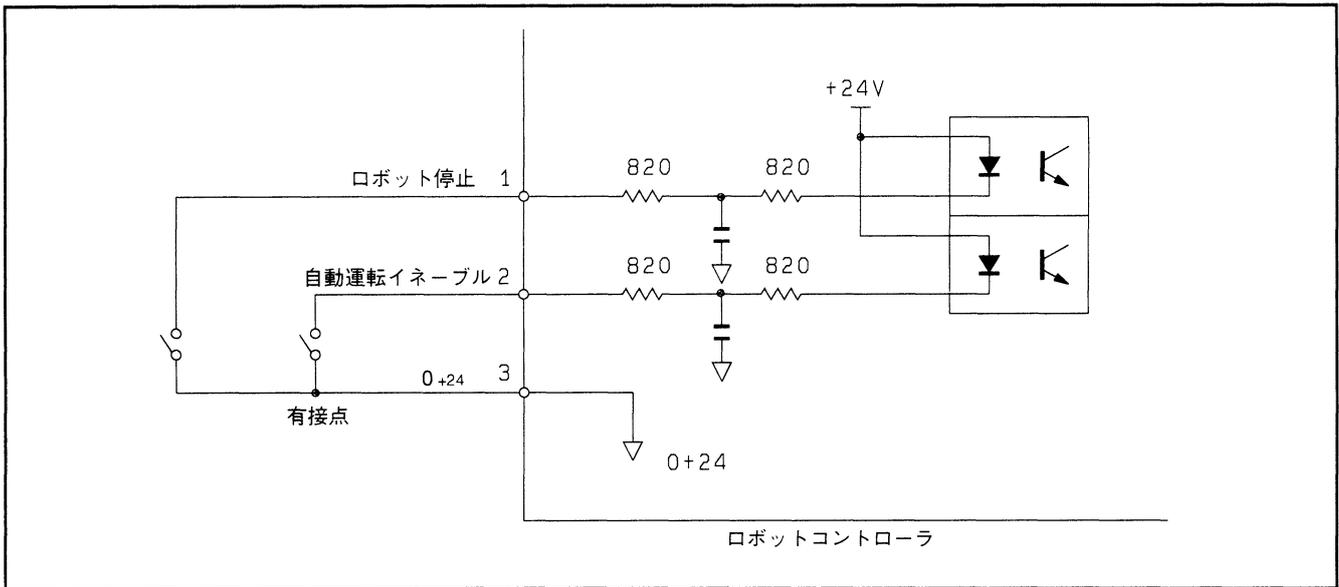
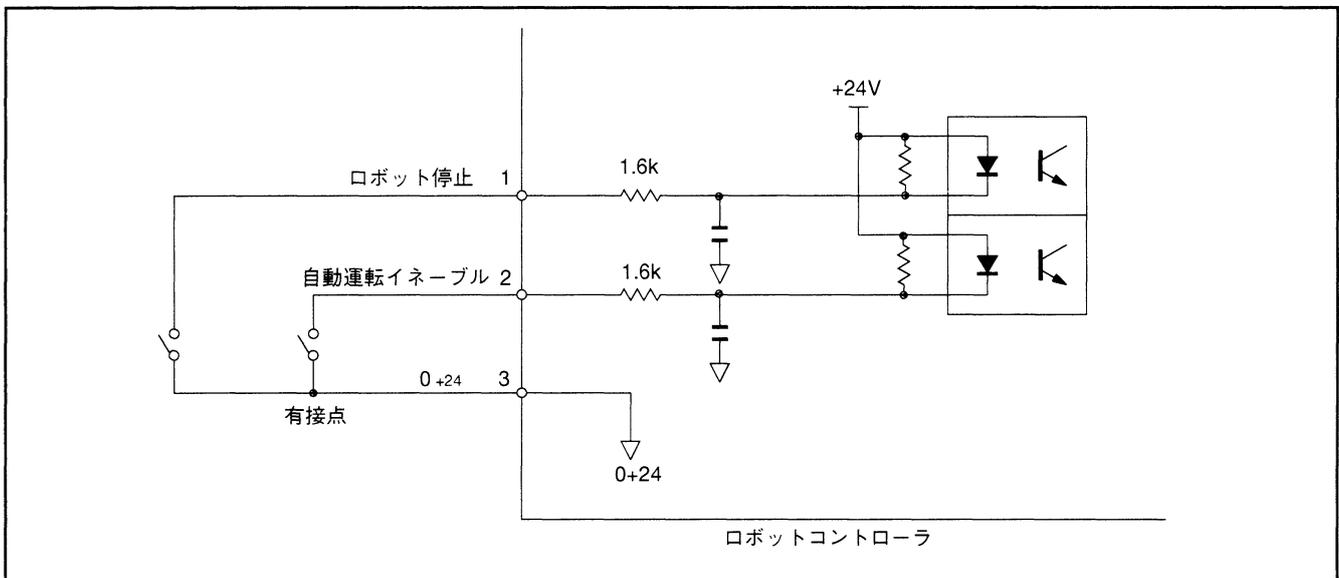

図5-49 入力回路（ロボット停止，自動イネーブル）・・・タイプAコントローラ（P6-74参照）
図5-49-1 入力回路（ロボット停止，自動イネーブル）・・・タイプBコントローラ（P6-74参照）
- ⑦ 「ロボット停止」と「自動運転イネーブル」の信号については、必ず有接点のハード回路で構成してください。
- ⑧ これらの信号だけは、他の入力回路と異なり、図5-49と図5-49-1のような回路構成で、電源はロボットコントローラからのものを使用します。